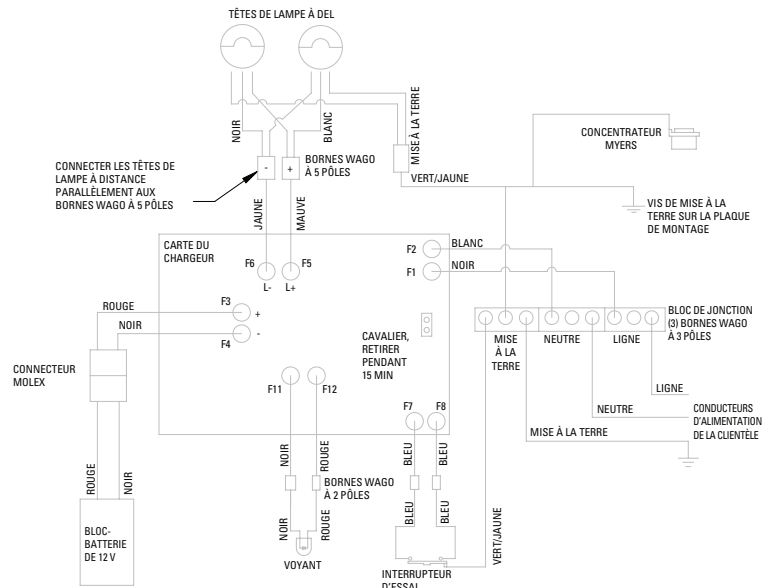

Figure 4. Schéma de câblage du système N2LPSM2
2. Effectuer les raccordements électriques conformément au schéma de câblage à la figure 4.
**REMARQUE :** Bien que cela soit souvent facultatif, l'assemblage intérieur peut être retiré pour faciliter le tirage des câbles. Retirer les quatre (4) vis M6 x 1 (1/4-20 po) et les rondelles de blocage, puis débrancher les fils conducteurs du voyant, des boutons-poussoirs et des têtes de lampe. NE PAS manipuler l'intérieur avec négligence ou le placer dans un endroit où la saleté ou la poussière peuvent l'endommager. Replacer l'intérieur dès que tous les câbles ont été tirés dans le
- 2b. Connecter le connecteur de la batterie à la carte de circuits imprimés (voir la figure 4).